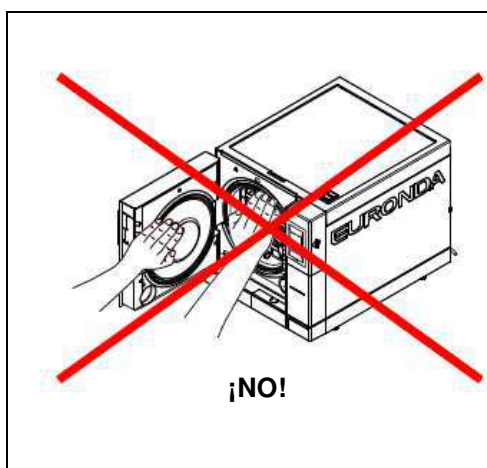

Fig. 3.4-1
El manual está estructurado en capítulos y subcapítulos; las figuras están numeradas como el capítulo al cual se refieren, con la adición de un número progresivo. Por ej. Fig. 3.4-1 (figura n.º 1 relativa al cap. 3.4).
1. Cuando el esterilizador finaliza el ciclo de esterilización y se abre la puerta para sacar los instrumentos esterilizados, la parte interior de la caldera y la parte interior de la puerta todavía están muy calientes. No se deben tocar directamente, para evitar quemaduras (Fig. 3.4-1). Utilizar la herramienta extractora específica (véase el cap. 3.3 "Dispositivos de seguridad").